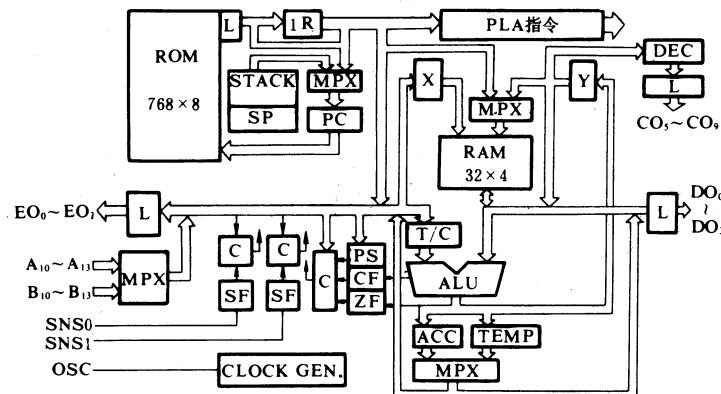

图4 MN1401
MN 1401是运用较多的单片4位微机。它与MN 1402差不多，其内部方框图如图4，有如下部分：①5V电源 ②RAM；32字×4位ROM；768字×8位 ③内有时钟脉冲发生器 ④基本指令：58种 ⑤指令周期：10μS ⑥输入：4位并行×2输入口 ⑦输出：4位并行×2输出口 ⑧芯片面积：4.5×4.8mm² ⑨元件数：11029只晶体管